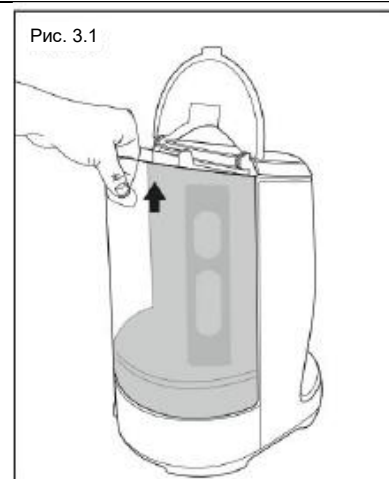

Рис. 3.1
Кофеварка имеет съемный бак для воды. Приподнимите крышку бака для воды и используйте зону захвата пальцами, чтобы извлечь бак (см. Рис. 3.1).
3. Используйте кофейник, чтобы налить в бак для воды желаемое количество холодной воды, или выньте бак для воды, как показано на Рис. 3.1, и налейте в бак холодную воду прямо из крана.